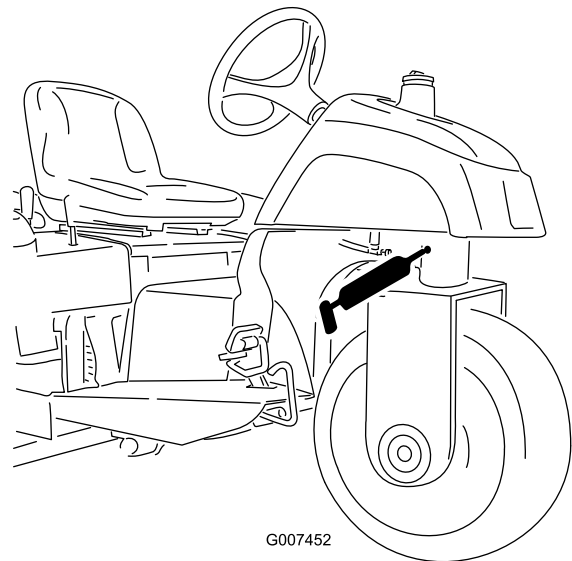

Figura 26
- Pivote de dirección (Figura 26)
**Nota:** El acoplamiento engrasado del pivote de dirección (Figura 26) requiere el uso de un adaptador de boquilla en la pistola de engrasar. Solicite la Pieza N° 107-1998 a su Distribuidor Autorizado Toro.